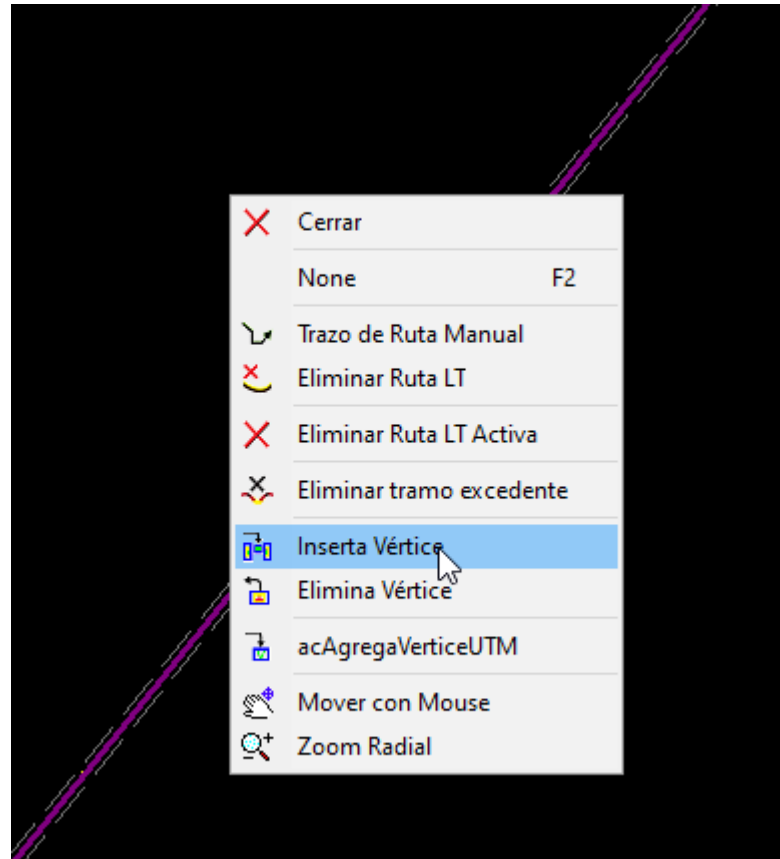

Fig. 3.24
- b) Cuando está cercano al punto que se desea fijar como vértice, presionar el botón izquierdo del mouse (Ver Fig. 3.24).
- g) En caso desee adicionar nuevos vértices a una ruta ya existente o desee insertar un vértice en un tramo intermedio, utilizar la opción "Insertar vértice" que aparece al hacer clic con el botón derecho del ratón" (Ver Fig. 3.24).